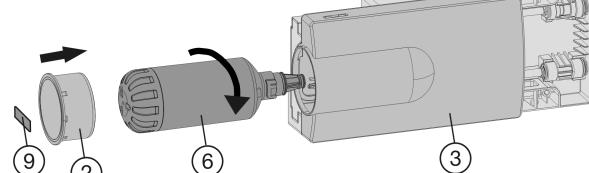

Fig. 41
- ▶ Mettre le couvercle du tiroir Fig. 41 (3) en place.
- ▶ Enlever le film transparent du filtre à eau Fig. 41 (6).
- ▶ Mettre le filtre à eau Fig. 41 (6) en place et le tourner d'env. 100° vers la droite jusqu'à la butée.
- ▶ Poser le couvercle du filtre Fig. 41 (2).